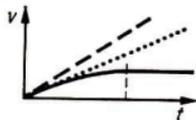

Bild 78
4. Bild 78; ohne Reibung: $v = at$ (gestrichelte Kurve); bei konstanter Reibung: $v = a't$ (punktierter Kurve); Reibung wächst mit Geschwindigkeit, folglich wird Beschleunigung kleiner (gekrümmter Kurventeil); Antriebskraft = Reibungskraft, folglich $a = 0$ (Kurventeil parallel zur Zeitachse)